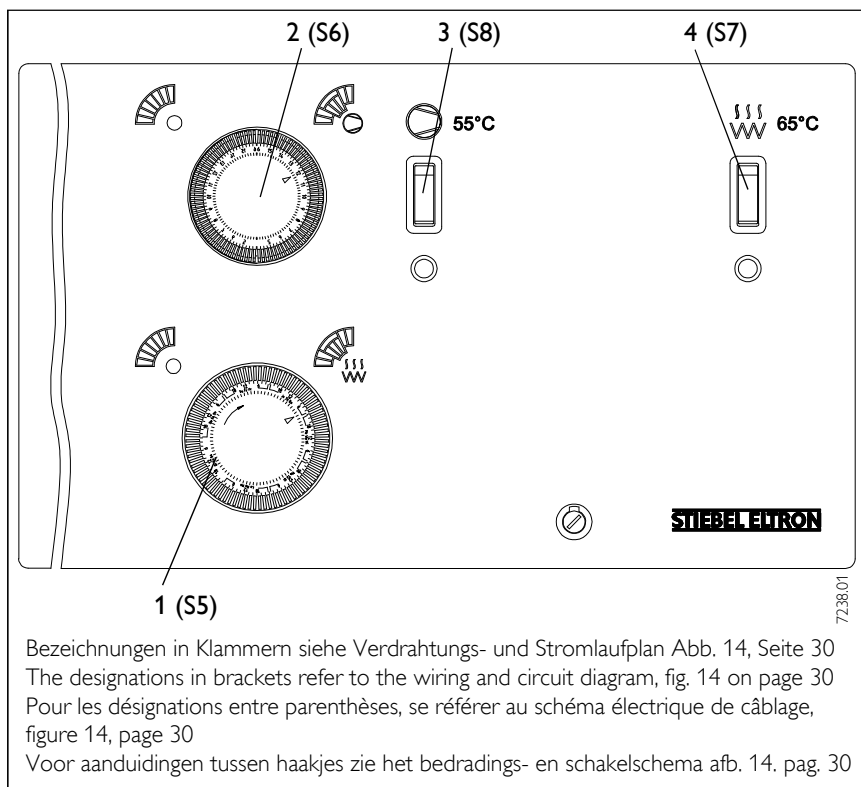

Abb. 1 / Fig. 1 / Afb. 1
1.7.1 Übersicht Bedienblende LWAZ 250 (siehe Abb. 1)